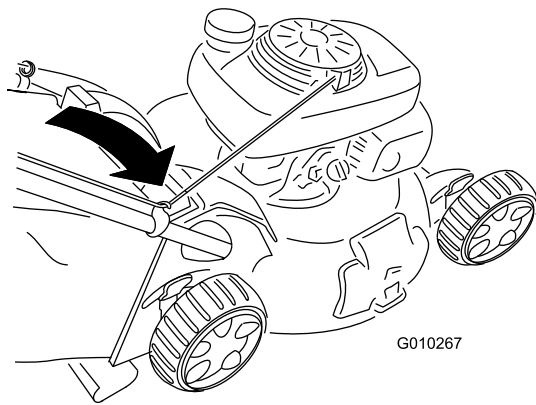

Figura 26
2. Pase la cuerda del arrancador alrededor de la guía de cuerda inferior (Figura 26).